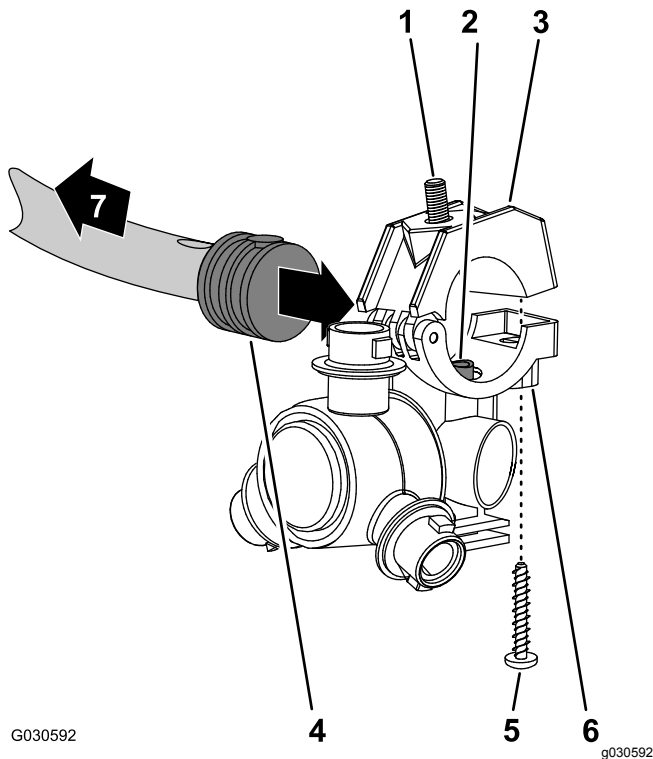
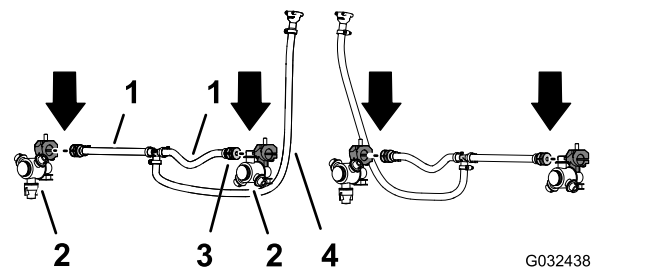

Figure 80
Figure 81
- Avec les buses de pulvérisation que vous avez retirées à l'opération 12 Dépose des flexibles de buses de pulvérisation du système à 3 sections (page 32), retirez les vis en acier inoxydable qui fixent les demi-colliers supérieurs aux demi-colliers inférieurs (Figure 80).
- Localisez le trou dans le côté de l'anneau cannelé simple au bout du flexible de 25 cm de l'ensemble flexibles (vanne de pulvérisateur 5 ou 6) pour la section de rampe centrale (Figure 80 et Figure 81).
- Alignez le tube de transfert dans le demi-collier inférieur d'une buse de pulvérisation (Figure 80) et le trou dans le côté de l'anneau cannelé simple (1/2").
- Fermez le demi-collier supérieur autour de l'anneau cannelé et fixez le demi-collier et le corps de la buse de pulvérisation (Figure 80) avec la vis en acier inoxydable (n° 12 x 1 1/4") ; serrez la vis en acier inoxydable à un couple de 2,26 à 2,82 N·m.
- Répétez les opérations 2 à 4 pour les anneaux cannelés simples des autres ensembles flexibles (vanne de pulvérisateur 5 ou 6) pour la section de rampe centrale (Figure 80 et Figure 81).